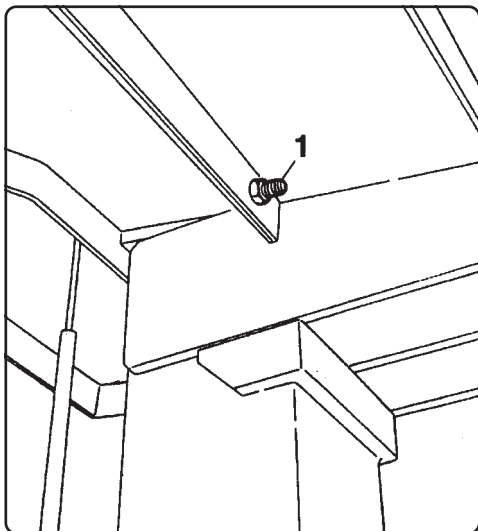
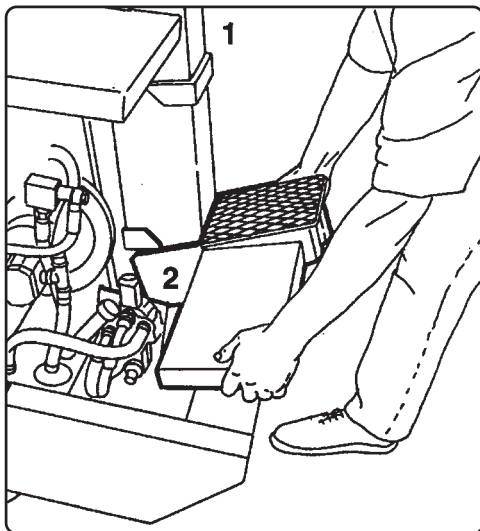

Fig. 6
Fig. 7
- 1) Den Holzspalter auf einer ebenen Fläche aufstellen und den Spalttisch in seine obere Einbaustelle einsetzen (1 Abb. 7) und sicherstellen, daß die Befestigungsschraube unter dem Arbeitstisch festgespannt ist (nur PS 700/900) (1 Abb. 6). Wenn ein größerer Abstand zwischen dem Spaltmesser und der Arbeitsfläche gewünscht werden sollte, achten Sie darauf, dass der Spalttisch in der unteren Einstellung (2 Abb. 7) am Maschinenständer eingespannt wird.
Bei den Modellen PS 700 und 900 ist es möglich, die maximale Schnitthöhe zu steigern, indem einfach die Schraube (8 Abb. 1) entfernt und der Spalttisch aus der Position 1 in die Position 2 versetzt wird (Abb. 7). Achten Sie darauf, dass die Arbeitsfläche am Maschinenständer anstößt, bzw. der richtig eingespannt ist.
Hier sei darauf hingewiesen, daß beim Rückstellen des Spalttisches in die ursprüngliche Position die Schraube wieder einzusetzen und mit der Mutter festzuspannen ist (1 Abb. 6).